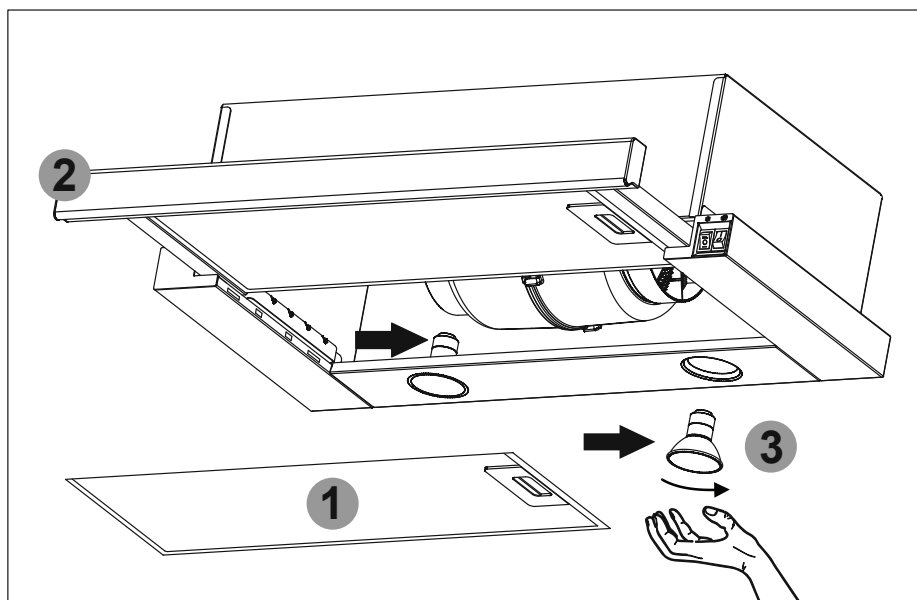

Рис.7
**8.9** На витяжці встановленні **HALOGEN** лампи для освітлення робочої зони плити. Перед початком заміни ламп освітлення необхідно відключити витяжку від електромережі, дати можливість охолонути лампам. Для заміни лампи необхідно зняти алюмінієвий фільтр **1**, витягнути висувну панель з фільтром **2**, віджати тримач патрона на себе, щоб лампа **3** вийшла з корпусу витяжки, утримуючи тримач патрона, злегка надавити на лампу в напрямку патрона і, повернувши її проти годинникової стрілки, вийняти з корпусу витяжки (**рис.7**).